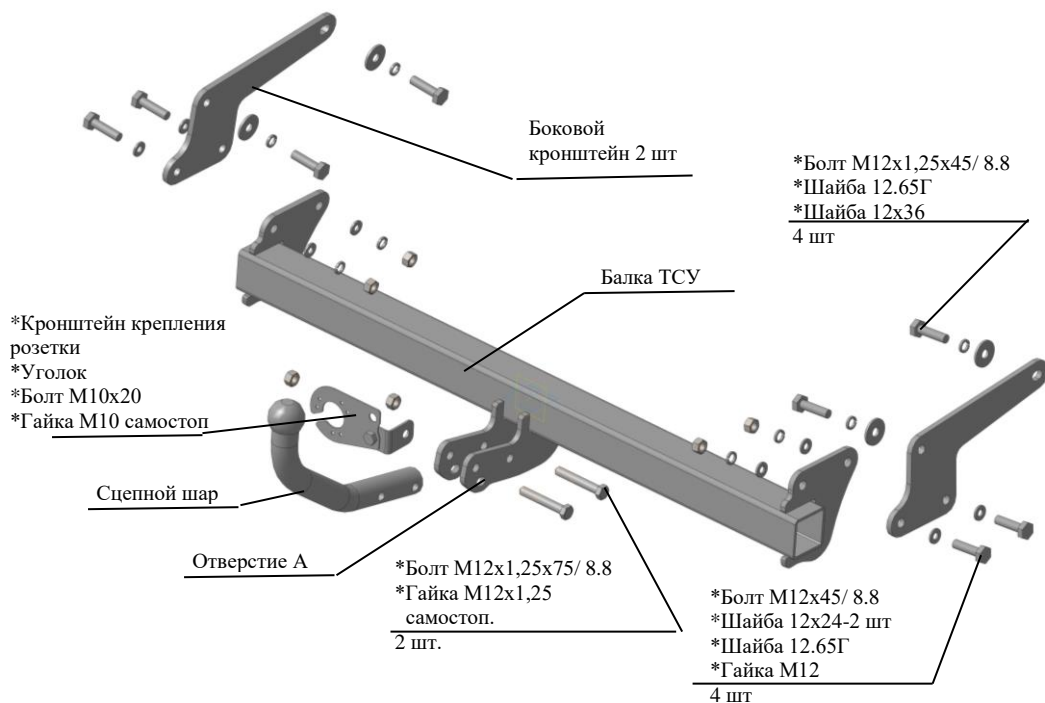

Рис.1 Тягово-сцепное устройство 7834.
2.1 ТСУ 7834 в сборе (рис.1)	1 шт.
2.2 Пакет с комплектующими (см. рис.1)	1 шт.